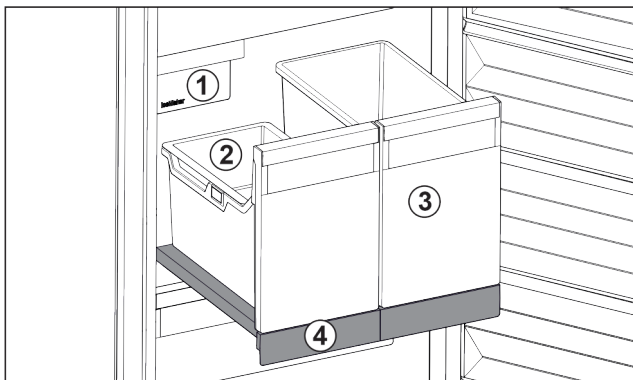

Fig. 17 Uitschuifplateau met IceTower
(2) Inhangschalen voor ijsblokjes
(4) Uitschuifplateau
Op het uitschuifplateau bevinden zich twee hoge bakken (IceTower). In de bak Fig. 17 (2) worden ijsblokjes uit de IceMaker verzameld en bewaard. Bak Fig. 17 (3) is geschikt voor het bewaren van hoge levensmiddelen zoals pizza's of alcoholische dranken.